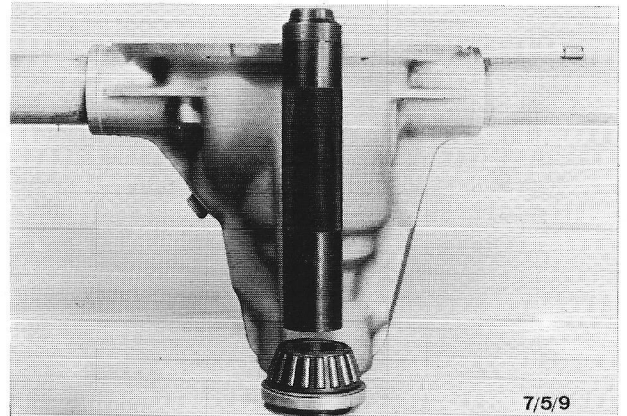

Fig.26 Het kleine conische rollager en de oliekeerring verwijderen.
6. Verwijder het kleine conische rollager en tegelijkertijd de oliekeerring met speciaal gereedschap 15-042 (fig.26).